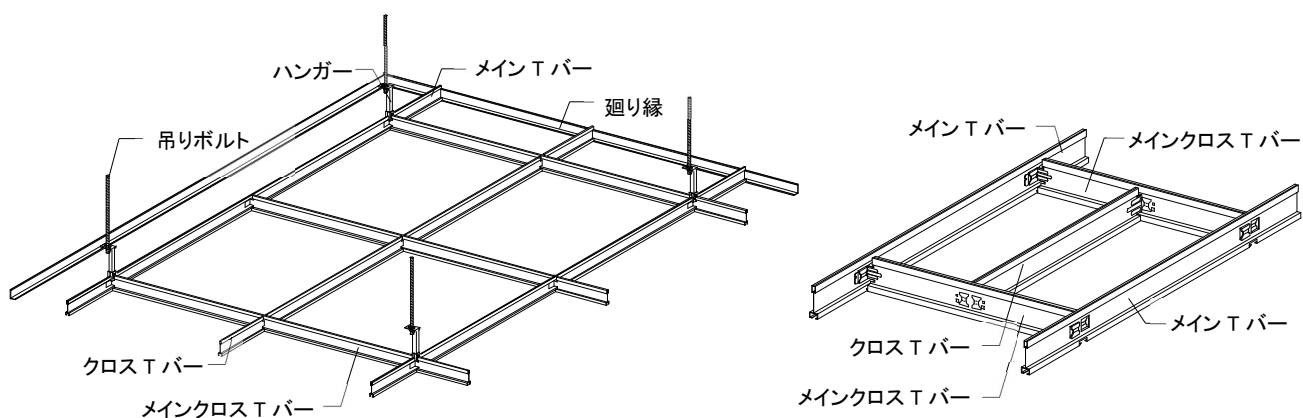

図2-4-4 Tバーの取付け④(クロスTバー設置)
⑤クロスTバーをメインクロスTバーにジョイントする。設置時は以下の点に留意すること。
- 1) メインクロスTバーのジョイント孔(メイン孔)にクロスTバー端部のジョイントツメをスライドさせて差し込む。(図 2-4-4 参照)